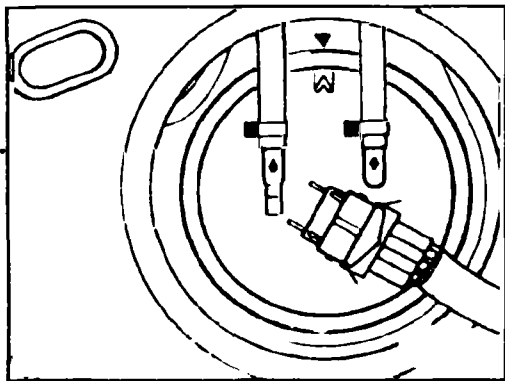

Рис. 4.28 Отсоединение разъема датчика уровня топлива
- ◆ Разъедините разъем датчика уровня/топливного насоса, приподняв маленькой отверткой боковые стопорные язычки (см. рис. 4.28).
- ◆ Установите крышку так, чтобы маркировка на крышке совпадала с маркировкой на топливном баке (см. рис. 4.28).